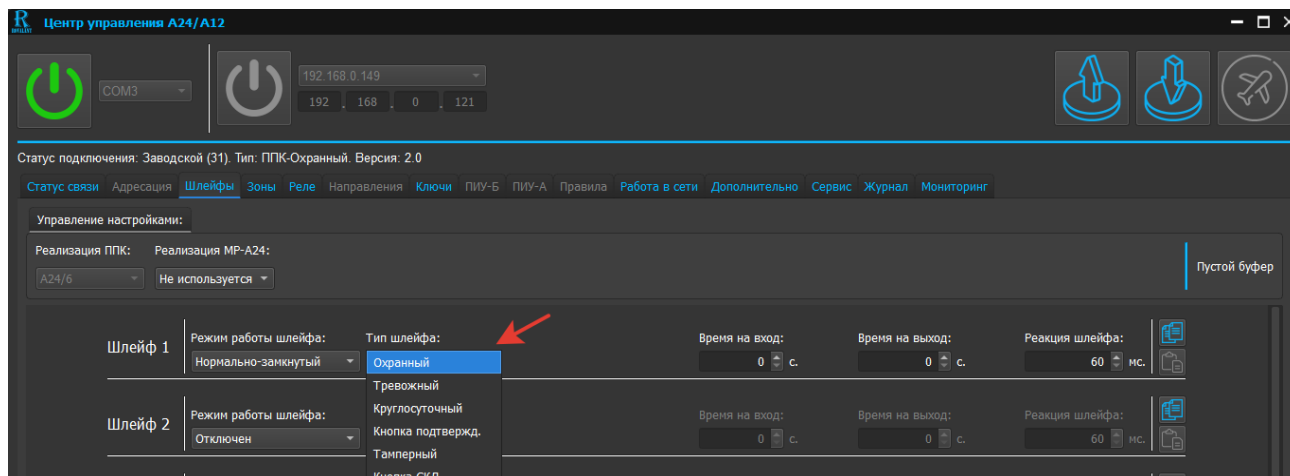

Рис. 25. Скриншот вкладки «Тип шлейфа»
6.1.2 Вкладка «Тип шлейфа» (см. рисунок 25)